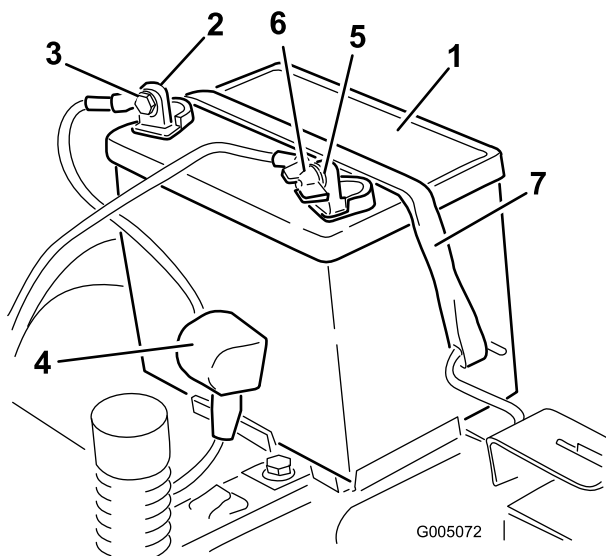

Figura 37
4. Desligue o cabo negativo (preto) do pólo da bateria (Figura 37).
6. Desligue o cabo positivo (vermelho) do pólo da bateria (Figura 37).
7. Retire o suporte da bateria (Figura 37) e levante a bateria para a retirar da respetiva plataforma.
1. Posicione a bateria no tabuleiro (Figura 37).
5. Preencha a bateria ao suporte (Figura 37).